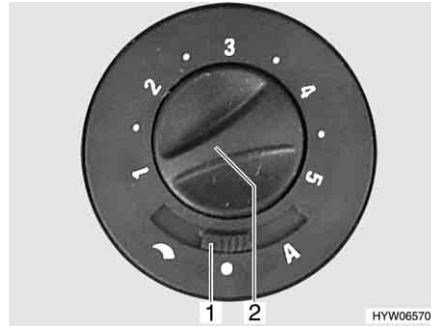

Bild 112 Bedienschalter für Umluftgebläse
- Den Schiebeschalter (Bild 112,1) auf "☾" (Handregelung) oder "A" (Automatikbetrieb) stellen.
- Mit dem Drehknopf (Bild 112,2) die gewünschte Leistung des Umluftgebläses einstellen (Handregelung) oder begrenzen (Automatikbetrieb).
- Den Schiebeschalter (Bild 112,1) auf "●" (Aus) stellen.